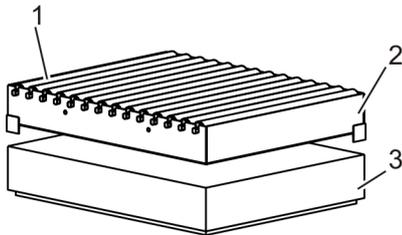

Abb. 73: Auffangwanne reinigen
2. ➤ Rollen (Abb. 73/1) von der Auffangwanne (Abb. 73/2) abnehmen.
3. ➤ Auffangwanne (Abb. 73/2) von der Waage (Abb. 73/3) abnehmen.